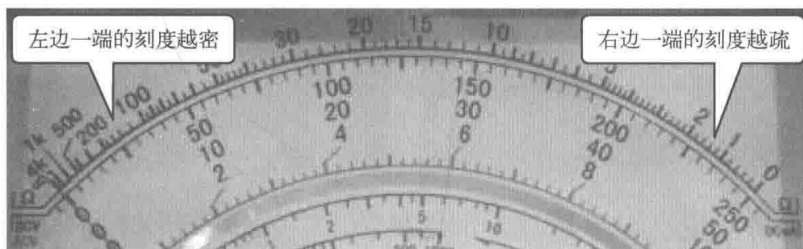

图 1-12 MF-47 型万用表的电阻挡刻度线
2) 电阻挡的刻度线 指针式万用表电阻挡的刻度线在表盘的最上方，和其他挡位的刻度线不同，它的刻度线是非线性的，越靠近表盘右边一端的刻度越疏、越靠近表盘左边一端的刻度越密。如图 1-12 所示是 MF-47 型万用表的电阻挡刻度线。